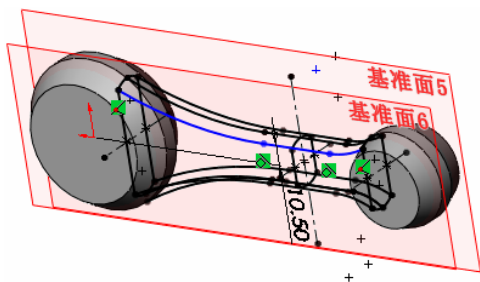

图 4-138 添加几何关系
④⑩ 添加几何关系。首先,将中心线和“转换实体引用”的曲线删除。其次,使草图的小圆弧端点与第二个放样轮廓草图端点重合,使草图的大圆弧端点与第三个放样轮廓草图端点重合,并添加如图所示的相切关系,标注尺寸结果如图 4-138 所示,退出草图。